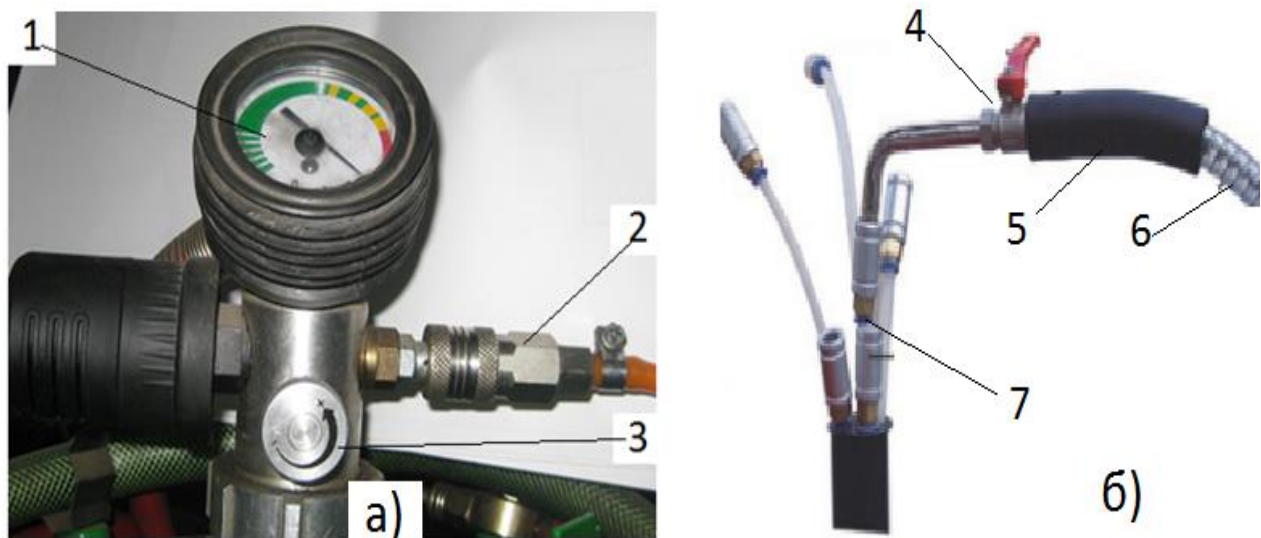

Рис. 8. Эжекторный узел УОМ: а – регулировочный узел; б – держатель щупов;
- присоединить к вакуумному шлангу (б) (рис. 8) маслоотборный зонд, соответствующий данному типу двигателя (это должен быть зонд самого большого диаметра, который может быть вставлен в отверстие для контрольного щупа на двигателе);
- убедиться в том, что кран (3) устройства (рис. 8) закрыт;